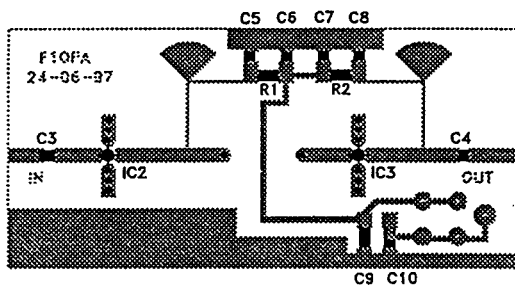
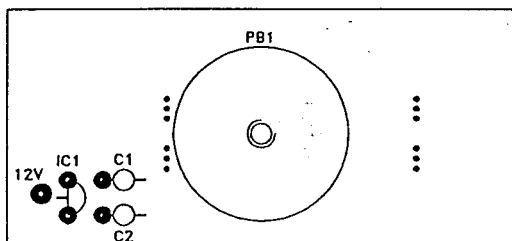

Fig. 3 : Coté pistes
Fig. 4 : Coté composants
**Implantation des composants (Fig. 3, Fig. 4)*